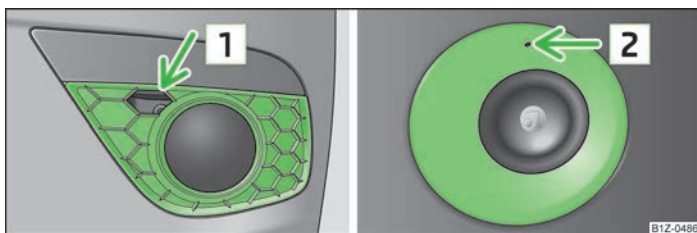

Fig. 165 Bara de protecție față: Octavia RS / Octavia Scout
- Introduceți degetul în orificiul **1** » fig. 165 (Octavia RS) și scoateți capacul.